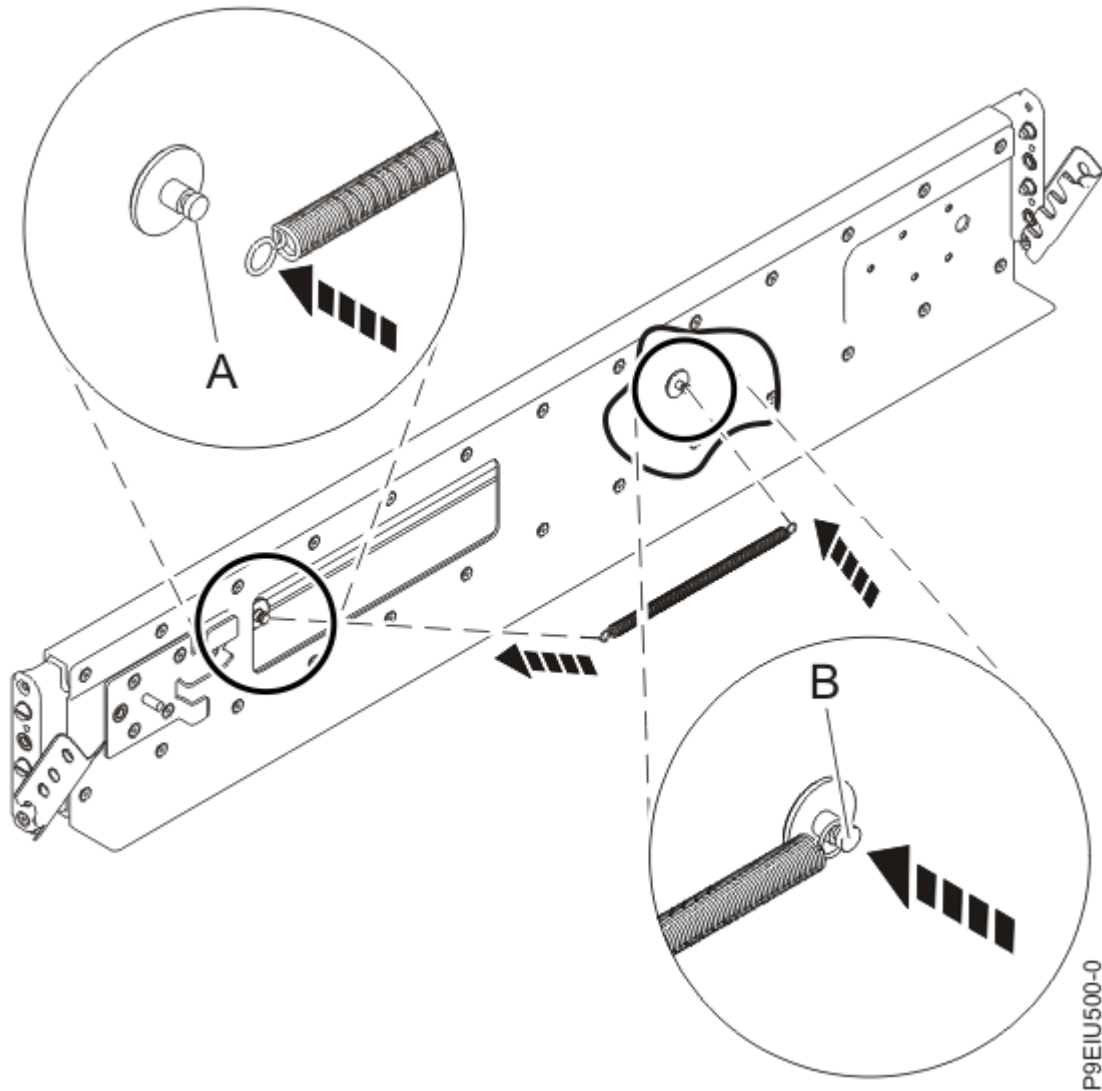

Abbildung 3. Feder an der Schiene installieren
4. Installieren Sie die Feder an der Schiene, indem Sie ein Ende in einen der kreisförmigen Abstandshalter **(A)** und das andere Ende in den anderen kreisförmigen Abstandshalter **(B)** einhaken (siehe Abbildung 3 auf Seite 5).